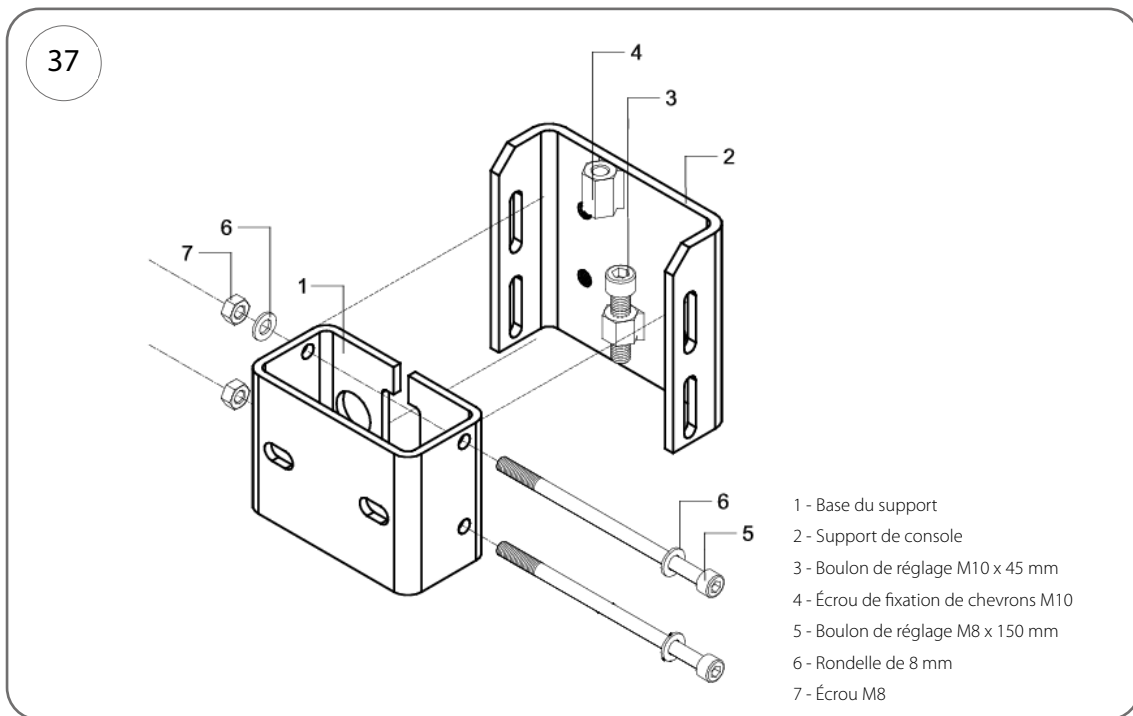
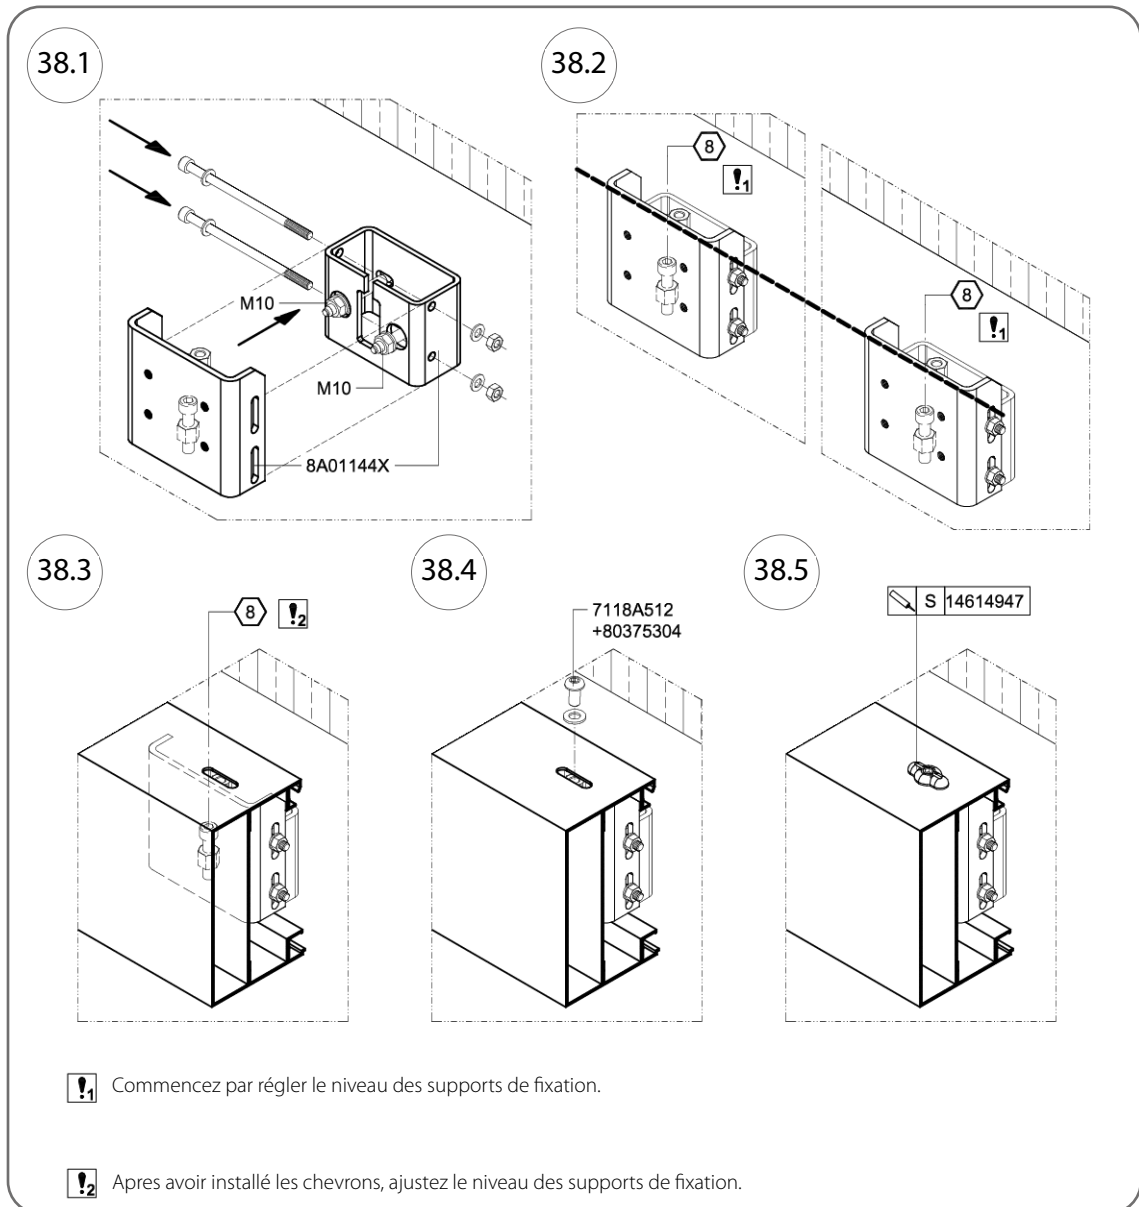

Fig. 37
Fig. 38
6. Fixez définitivement le chevron en vissant des boulons M10 x 20 mm avec rondelles (réf. 7118A512+80375304, Fig. 38.4) dans les écrous (4), comme indiqué sur les Fig. 37 et Fig. 38.
2. Retirez les boulons M8 x 150 mm de la fixation 8A01144X [voir fig. 37 – réf. (5)].
3. Placez la base de la console [voir fig. 37 – réf. (1)] sur les ancrages muraux et fixez-la à l'aide d'écrous et de rondelles M10.
4. Faites passer 4 boulons M10 x 20 mm à travers les trous de la panne et de chaque plaque, puis vissez-les dans le support de la console [voir fig. 37 – réf. (2)].
5. Montez le support de la console (2) et fixez-le à la base (1) à l'aide de boulons M8 x 150 mm (5).
6. Enfilez 4 boulons M10 x 20 mm dans les trous de la panne et de chaque panneau, puis vissez-les dans le support (2).